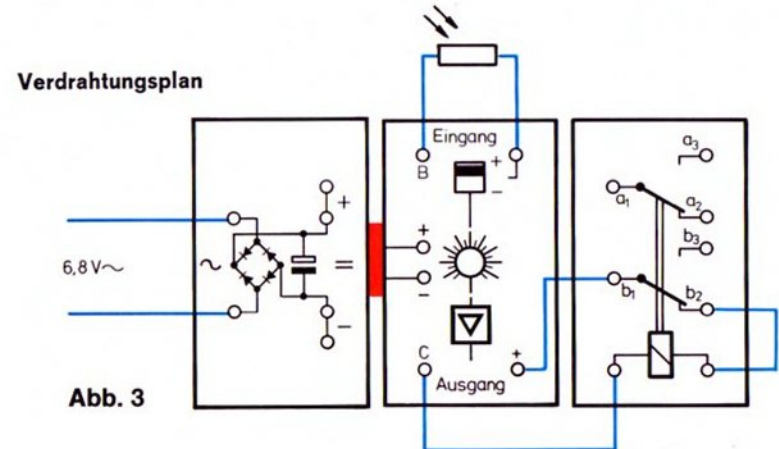

Abb. 3
3. Soll ein Signal akustisch verwertet werden (z. B. Alarmanlage), dann kann u. a. der Relaissummer verwendet werden. Dazu wird in Reihe mit der Relaispule ein Ruhekontakt des Relais geschaltet. Dieser unterbricht ständig den zur Relaispule fließenden Strom. Es entsteht ein schnarrendes Geräusch (Abb. 3).
3. If a signal is to be utilised audibly (for instance in an alarm system), then it is possible to use – among other items, the relay buzzer. For this purpose a break (normally closed) contact of the relay is connected in series with the relay coil. This contact constantly interrupts the current flowing to the relay coil, causing a buzzing noise. (fig. 3).
3. Si on veut obtenir une indication acoustique (par exemple dispositif d'alarme) on peut utiliser, entre autres, le ronfleur, qui est obtenu par une connexion particulière du relais: un de ses contacts de repos est placé en série avec sa bobine. Le contact de repos interrompt alors continuellement le circuit d'alimentation de la bobine et amène le relais à produire une sorte de ronflement (fig. 3).
3. Als een signaal in een geluid (b.v. in een alarminstallatie) moet worden omgezet, dan kun je o.a. het relais als zoemer gebruiken. Daartoe zet je de relaisspoel in serie met een rustkontakt van het relais. Dit kontakt onderbreekt steeds de stroom die door de relaisspoel loopt. Hierdoor ontstaat een soort ratelend geluid. (fig. 3).